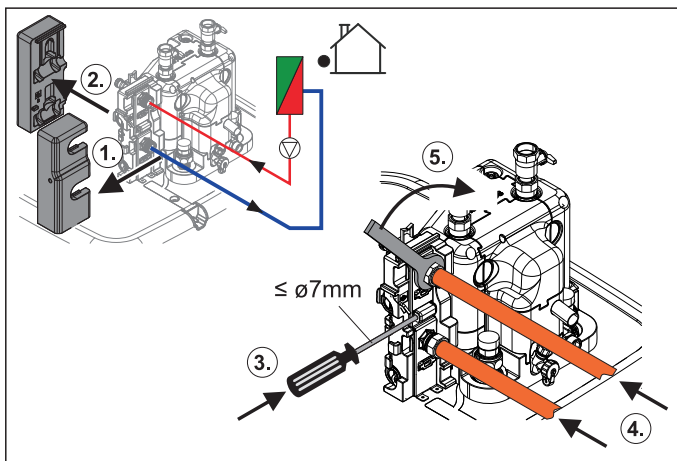

Bild 4-16 Hydraulische Verbindung zum Außengerät herstellen
- Position und Dimension der Heizungsanschlüsse sowie der Außengerätanschlüsse aus Bild 4-1 / Bild 4-2 und aus Tab. 3-1 entnehmen. Die Details der hydraulischen Verbindung vom Innengerät zum Wasserein- und Auslass des Außengeräts sind dabei Bild 4-16 zu entnehmen.